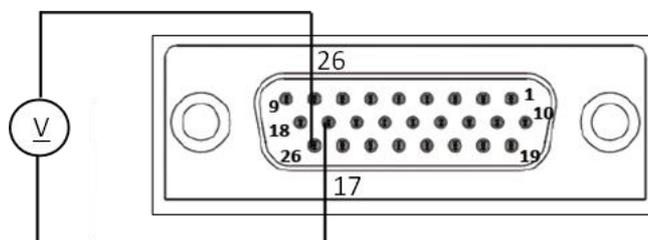

図9-7 出力電力のリモートアナログモニタリングの接続
2. 図9-7に示すようにJ1コネクタの配線を行い、ACパワースイッチをONにしてください。